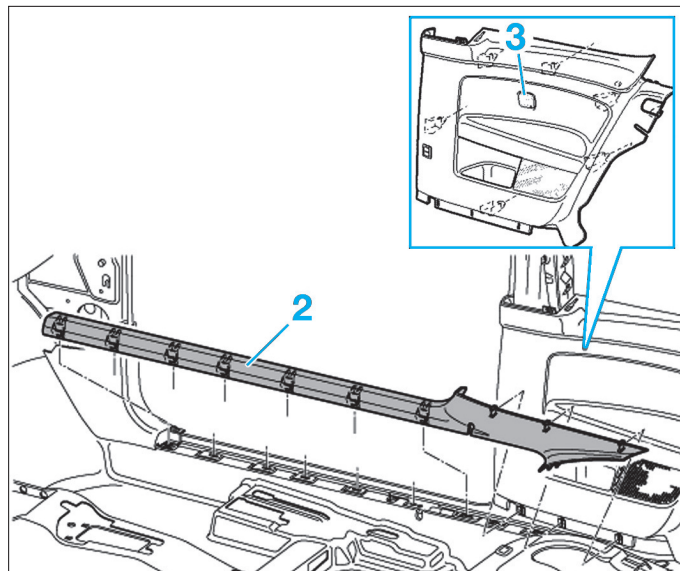
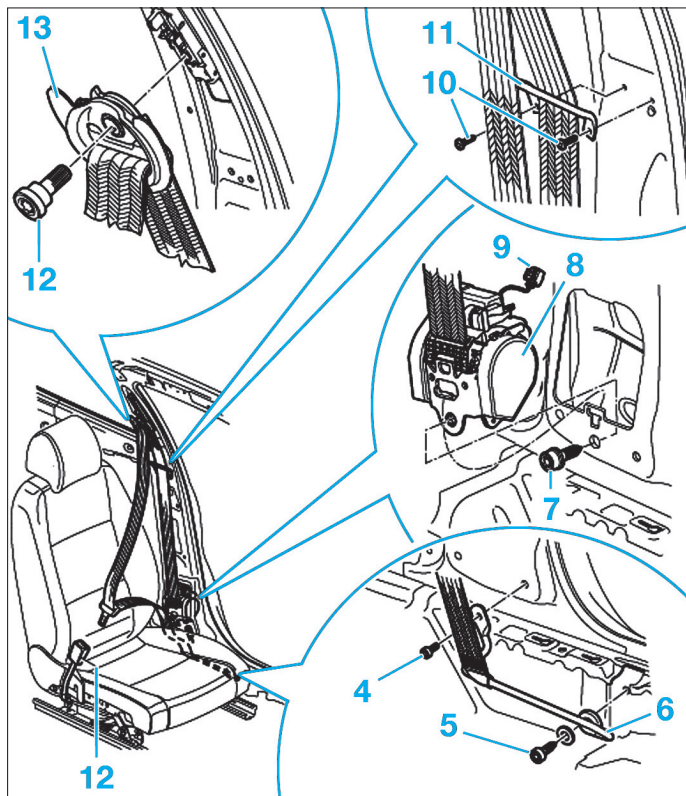

Fig. 13
Fig. 14
- Dégrafer délicatement la garniture de seuil de porte (2) (Fig.13).
- Déposer le revêtement latéral (3).
- les vis (4) et (5) de fixation de l'étrier de guidage (6) puis le déposer (Fig.14),
- la vis de fixation (7) du prétensionneur (8) tout en débranchant le connecteur (9).
- Déposer les vis (10) et retirer le guidage de la ceinture (11).
- Dévisser la vis de fixation (12) et déposer la ferrure (13) de renvoi du dispositif de réglage vertical de la ceinture.
- le revêtement latéral (3) (Fig.13),